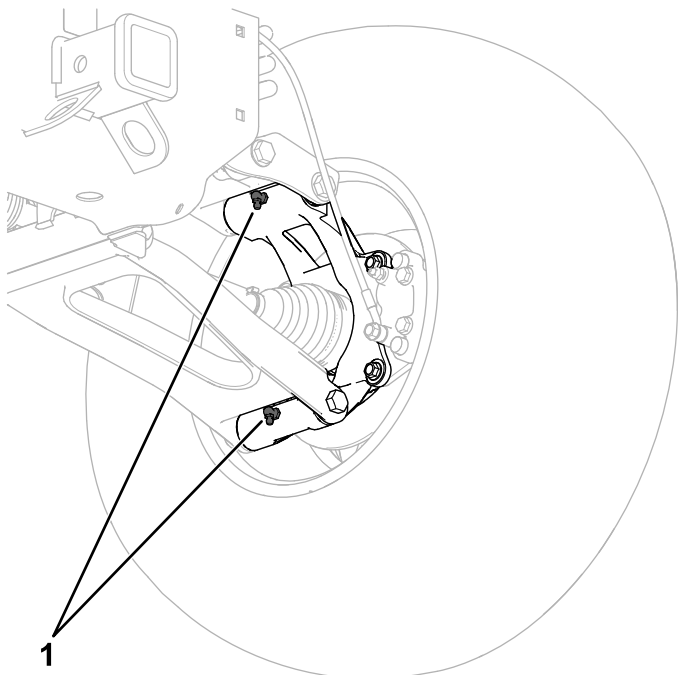

Bild 82
- **Hintere Achsschenkelgelenke (4),** siehe Bild 82